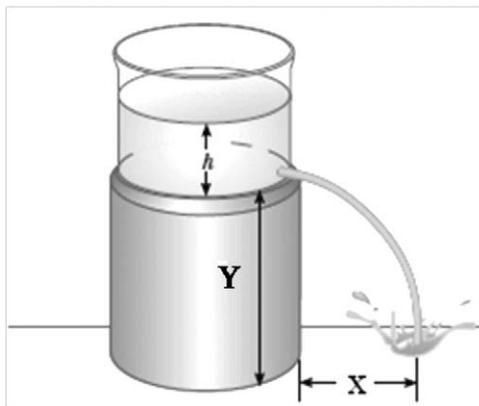

Figura 4.1 Esquema para estudiar la ley de Torricelli
3. Destape el orificio más cercano al fondo del tanque (ver figura 4.1); ¿qué trayectoria describe el agua al salir por el agujero?
4. Mida el alcance horizontal (X) en el momento inmediatamente después de salir por el agujero y la altura (Y) del mismo. Mediante ecuaciones de movimiento parabólico determine la velocidad (v_1) de salida; compare este valor con el de la velocidad (v_2) calculada mediante la ecuación 4.3 de la guía. Lleve los valores obtenidos a la tabla 4.1 de la cartilla.